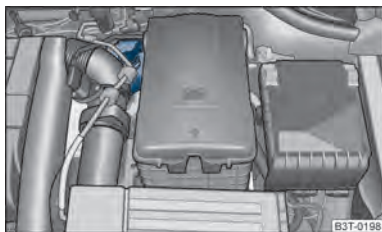

Abb. 175 Motorraum: Bremsflüssigkeitsbehälter
- Prüfen Sie den Bremsflüssigkeitsstand am Behälter ⇒ Abb. 175. Der Stand muss zwischen den Markierungen „MIN“ und „MAX“ liegen.